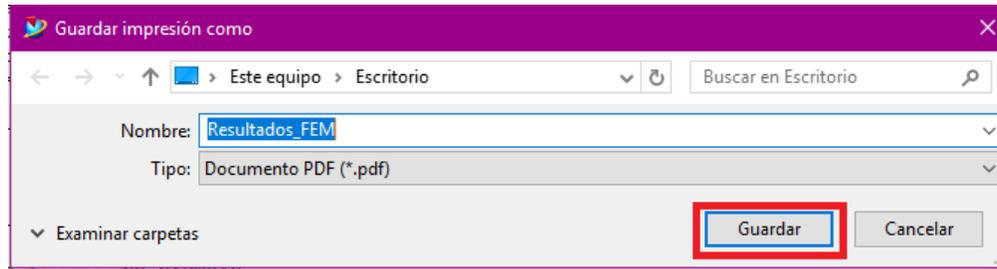

Figura 5.45 Menú Guardar como.
- En la ventana que apareció (**Guardar impresión cómo**), cambiar el nombre del archivo por Resultados_FEM (Figura 5.45).